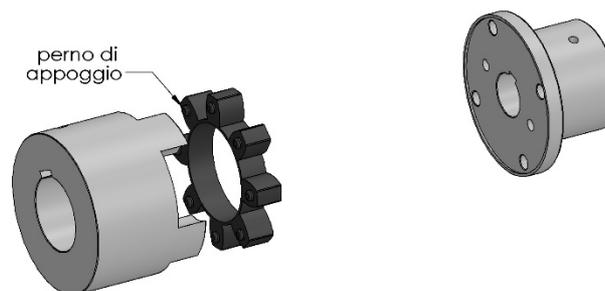

Fig.3
2. Inserire il tassello in gomma sul mozzo dentato in modo che i perni di appoggio siano a contatto con la superficie di riferimento del mozzo (fig. 3)